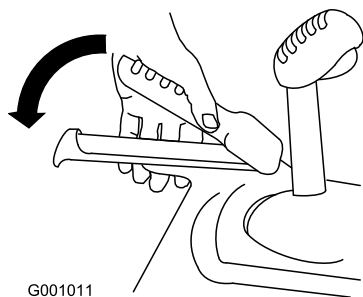

Figura 33
1. Per innestare la trazione, premete la leva sinistra (della trazione) contro l'impugnatura (Figura 33).